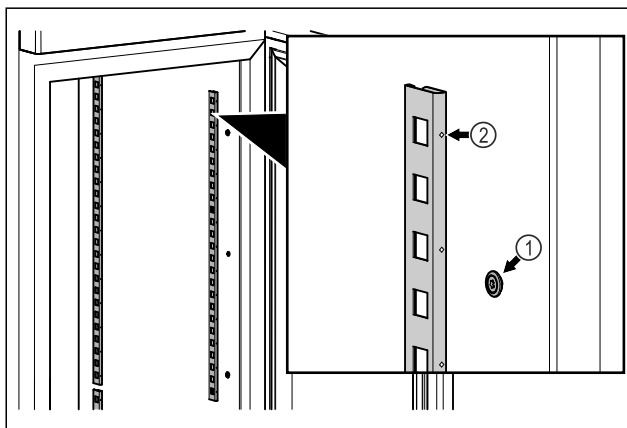

Fig. 58 Représentation à titre d'exemple
- Accrocher les bandes d'encliquetage dans la suspension Fig. 58 (1). Le repère Fig. 58 (2) doit pointer vers l'avant.